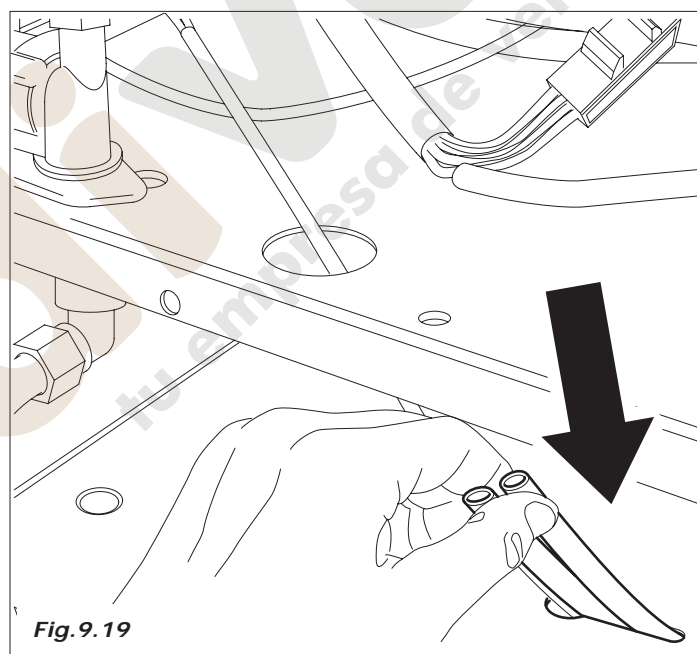

Fig.9.19
- Hacer pasar los tubos de entrada e impulsión del filtro a través de las aperturas predispuestas (Fig. 9.19).